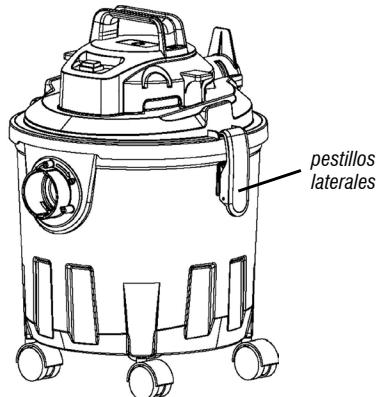
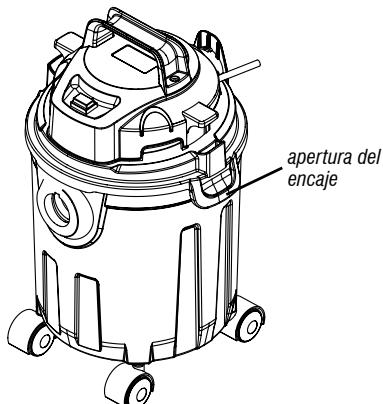

Fig. 11 – Apertura de las cerraduras laterales APV 1018 y APV 1230
Fig. 12 – Apertura del encaje APV 1010
2. Abra los pestillos laterales en los modelos APV 1018 y APV 1230 (Fig. 11), el modelo APV 1010 es un sistema a presión (Fig. 12).